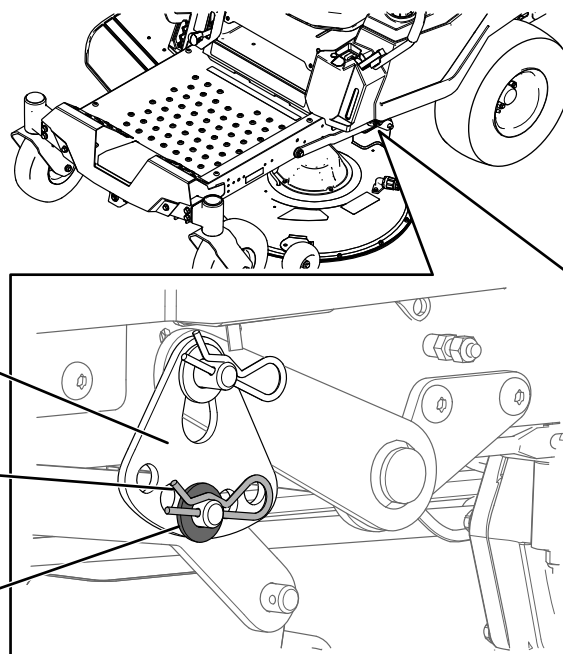

**Figura 67**
4. Posizionate 2 blocchi ciascuno con uno spessore di 6,6 cm sotto ciascun lato del bordo anteriore del piatto di taglio, ma non sotto le staffe del rullo antistrappo (Figura 67 o Figura 68).
5. Posizionate 2 blocchi ciascuno con uno spessore di 7,3 cm sotto il bordo posteriore della falda del piatto di taglio; 1 su ciascun lato del piatto di taglio (Figura 67 o Figura 68).